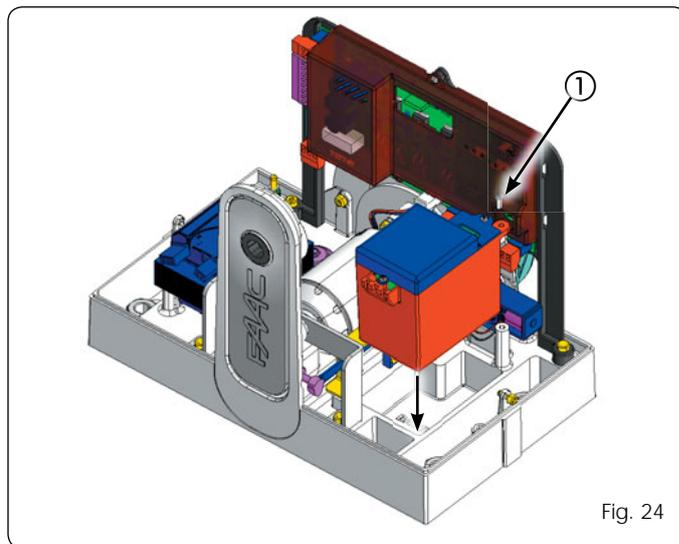

Fig. 24
Instale el kit de la batería de la manera indicada en la fig. 24 introduciéndolo en el alojamiento correspondiente y fijando con el tornillo ref. ①. Conéctelo al conector correspondiente de la tarjeta (véanse instrucciones específicas).